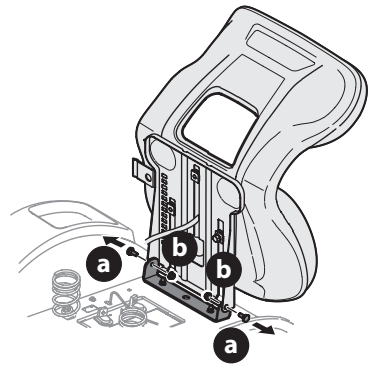

Figure 2
2. Retirez les deux boulons à épaulement (a) et les deux écrous autobloquants (b) du plateau du siège (Figure 2).